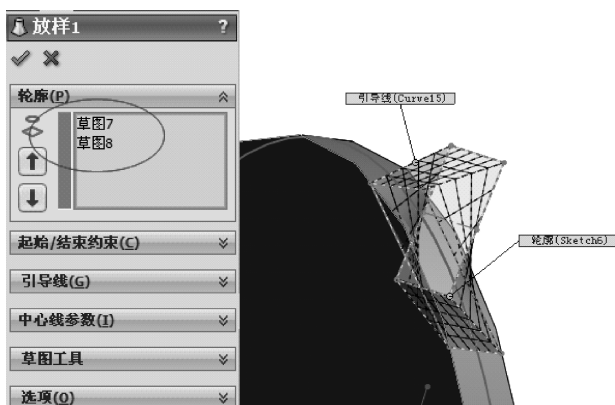

图 12-28 生成放样特征
6) 选择【插入】|【凸台/基体】|【放样】菜单命令, 在【属性管理器】中弹出【放样】属性设置。在【轮廓】选项组中, 在图形区域中选择刚刚绘制的两个草图 7、8, 单击  (确定) 按钮, 如图 12-28 所示, 生成放样特征。